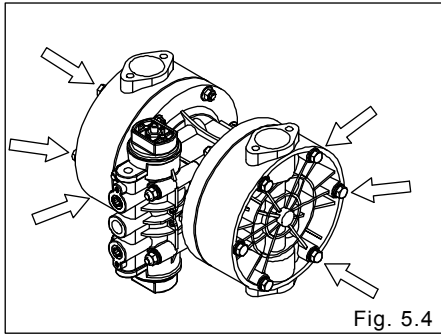

Fig. 5.4
Vea [9. Vista despiezada] en la pág. 15 y siguientes. (La Fig. 5.4 muestra NDP-20 BP_).
- Retire los 12 pernos retenedores de la cámara de salida y quítela. [Fig. 5.4]